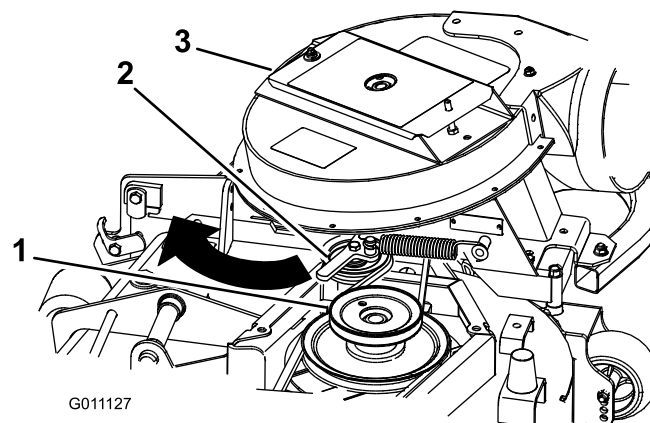

Bild 19
5. Ziehen Sie die gefederte Spannscheibe zurück und verlegen Sie den Riemen um die Riemenscheibe am Mähwerk. Stellen Sie sicher, dass der Riemen richtig um die Gebläseriemenscheiben verlegt sind (Bild 19).